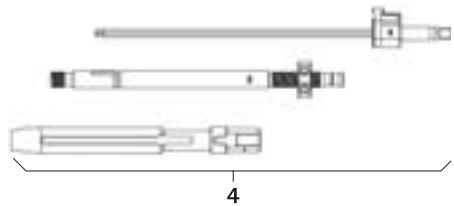

Fig. 8
- Montar a alavanca de reposição 4, ver Fig. 8.